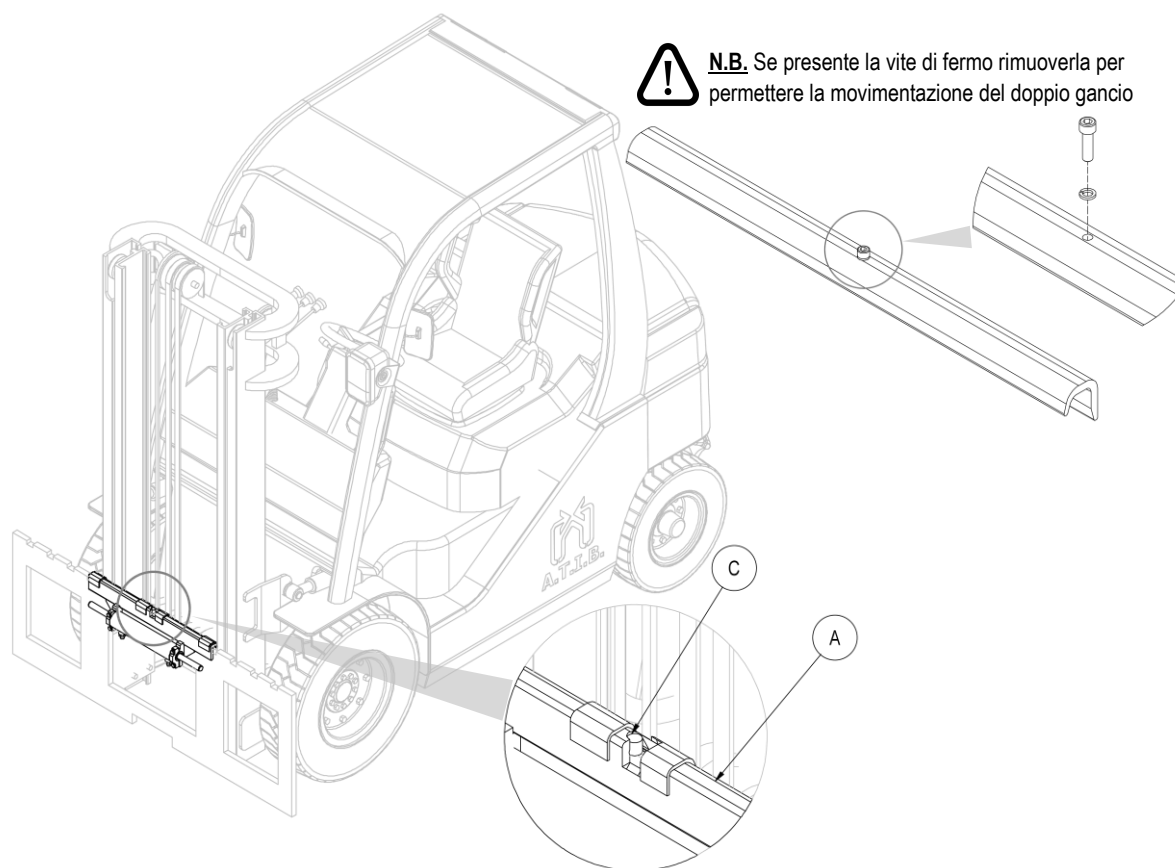

Figura 6
4. Prendere il doppio gancio **A** (con le relative boccole di scorrimento e con il relativo cilindro traslatore), e posizionarlo sul profilo superiore della piastra porta forche, avendo cura di incastrare il perno di centraggio **C** nella tacca centrale della stessa (vedi *Figura 6*).